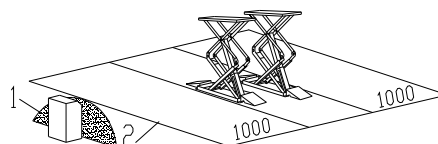

Fig.6
De veiligheidszone (Fig.6) wordt gedeeltelijk bepaald door de afmetingen van het te heffen voertuig.
Tijdens stijg- en daalbewegingen moet de bediener zich in de Bedieningszone (1) bevinden, zoals aangegeven in Fig.6. De aanwezigheid van personen in de veiligheidszone (2) is ten strengste verboden. De aanwezigheid van personen onder het voertuig is alleen toegestaan als het voertuig geparkeerd is in de geheven stand.